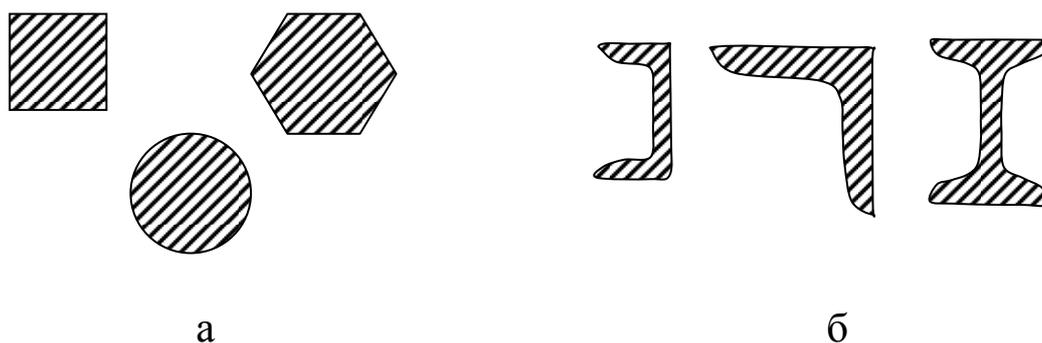

Рис. 33. Примеры профилей сортового проката:
1) сортовой прокат, который может быть общего назначения (круглый, квадратный, угловой, шестигранник, прямоугольник, рис. 33, а) и фасонный (швеллер, рельс, тавр, уголок и др., рис. 33, б);